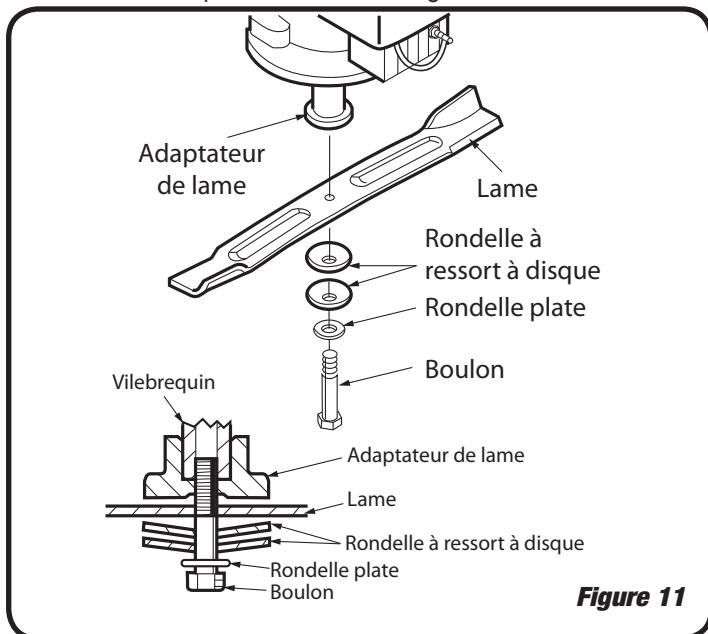

Figure 11
- Retirez le boulon et les rondelles attachant la lame et l'adaptateur de lame au vilebrequin du moteur. Voir Figure 11
5. Positionnez la lame sur l'adaptateur de lame dans l'orientation correcte. De chaque côté de la lame, une partie « relevée » de la lame se trouve du côté opposé de la lame par rapport au bord tranchant. Lorsque vous positionnez la lame sur l'adaptateur de lame, assurez-vous que la partie « relevée » de la lame est orientée vers le plateau de la tondeuse. Voir Figure 11.
6. Enfilez le boulon de retenue à travers la rondelle plate, les (2) rondelles à ressort à disque, la lame et l'adaptateur de lame. Assurez-vous que la rondelle plate et les (2) rondelles à ressort à disque sont dans le sens et l'orientation montrés à la Fig. 11.